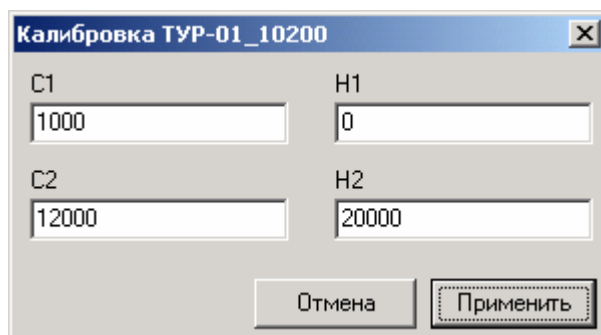

Рис. 19. Окно ввода калибровочных точек
3. в окне (рис. 19) ввести новые калибровочные точки и нажать кнопку **Применить**.